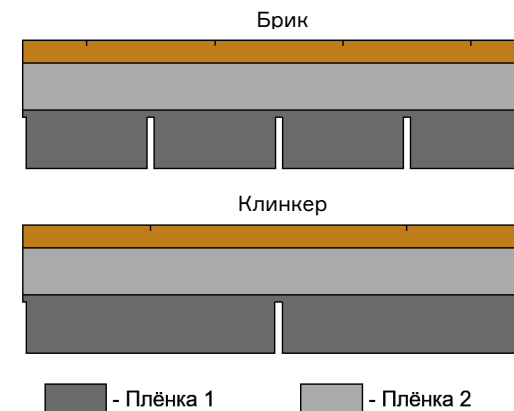

Рис. 10. Тыльная сторона фасадной плитки.
7.1.2 Перед монтажом стартовой полосы снимите оставшуюся часть плёнки № 1. Плёнку №2 снимать не требуется (рис. 10).
8.1.1 Перед монтажом фасадной плитки на фасад снимите плёнку №1 с тыльной стороны гонга (рис. 10). Плёнку №2 снимать не требуется.